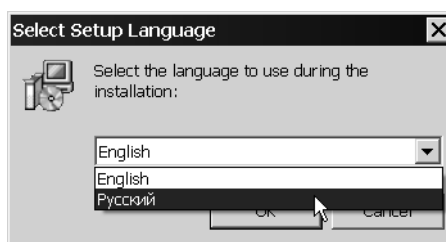

Рис. 1.1.
3. Выберите язык установки системы (рис. 1.1).